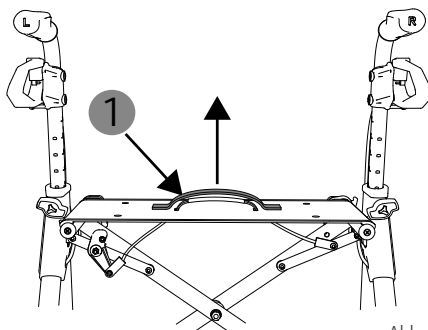

Abb. 10
1. Heben Sie den Rollator am Tragegurt (oberer, breiter Tragegurt / 1, Abb. 10) der Sitzbespannung an.